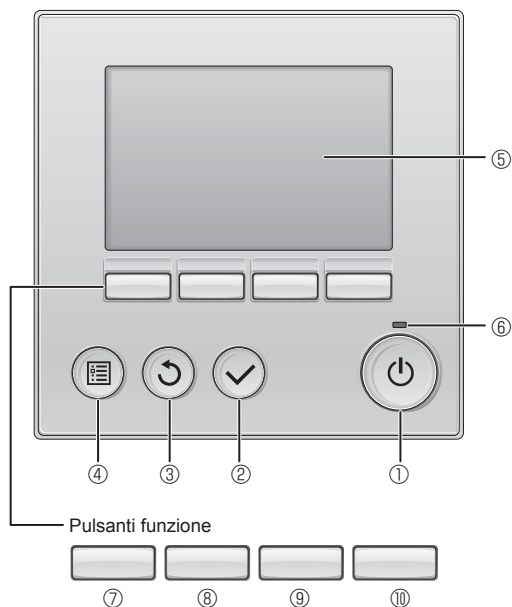

Fig. 7-1
7.2.1. Uso del comando a distanza con filo (Fig. 7-1)
① Pulsante [ON/OFF]